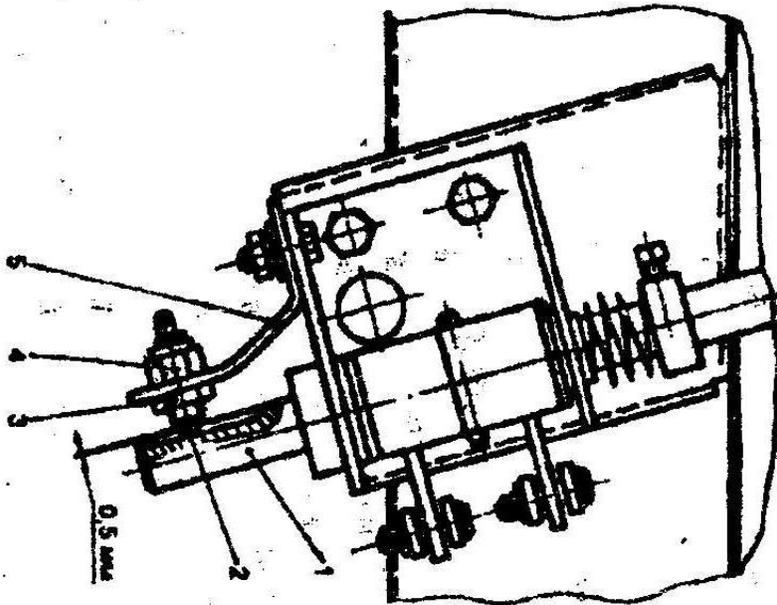

Рис. 49. Устройство блокировки включения электростартера двигателя
6.5.4. УСТРОЙСТВО БЛОКИРОВКИ ВКЛЮЧЕНИЯ ЭЛЕКТРОСТАРТЕРА ДВИГАТЕЛЯ предназначена для исключения возможности запуска двигателя в случае, если включена одна из передач коробки диапазонов. Устройство состоит из выключателя 4 (рис.49), закрепленного на кронштейне 5 с помощью гайки 3 и цепи электрических проводов.